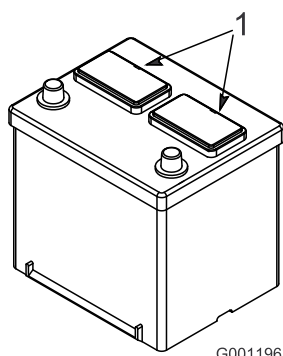

Figure 4
- Nettoyez le dessus de la batterie puis retirez les bouchons d'aération (Figure 4).